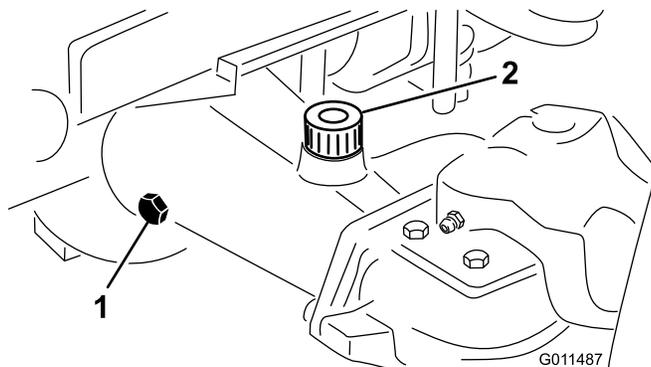

Figure 15
2. Enlevez un bouchon de contrôle à une extrémité du pont arrière (Figure 15) et vérifiez que le lubrifiant atteint la base de l'orifice. Si le niveau est trop bas, enlevez le bouchon de remplissage (Figure 15) et ajoutez suffisamment de lubrifiant pour rectifier le niveau.